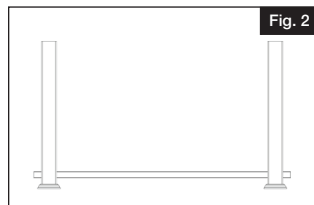

Fig. 2
- Coloque la barandilla inferior a lo largo de la apertura del poste y deje una separación equivalente desde el último balaustre y el poste en cada extremo (Fig. 2).